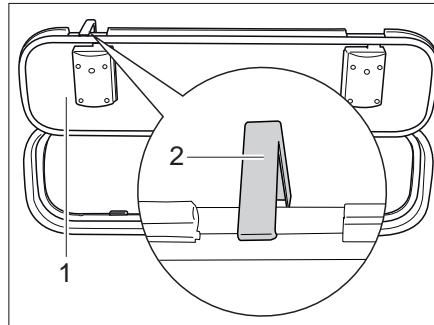

Fig. 54 Crochet de sécurité du portillon extérieur
- Ouvrir le portillon extérieur (Fig. 54,1) et tourner vers le haut le crochet de sécurité (Fig. 54,2) à la paroi du véhicule.
- Pousser le crochet de sécurité (Fig. 54,2) vers le haut.